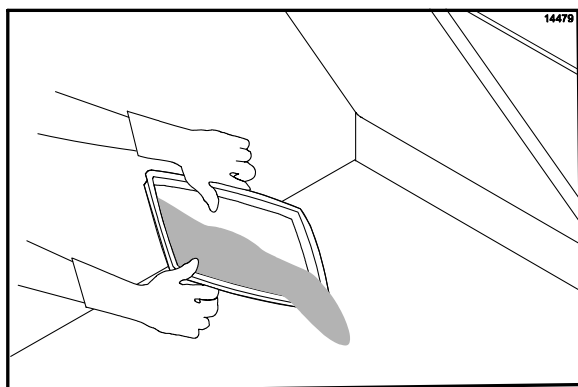

图 105
37. 将剩余的 **McD Hi-Temp Grill Cleaner (HTGC)** 倒在下煎板表面上。（请见图 105）